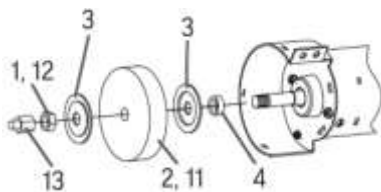

fig. 6
2. Tenez la meuleuse pour empêcher la tige de tourner pendant le retrait de l'écrou (n^{os} 1, 12) et l'écrou d'arbre (n^o 13), le cas échéant (fig. 6).
3. Retirez la meule usée (n^{os} 2, 11) et les collerettes (n^o 3) (fig. 6).